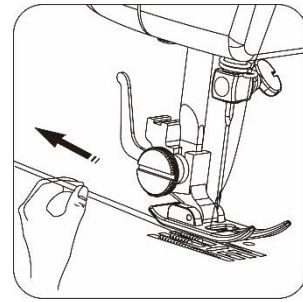

Abb. 14
- 4) Schließen Sie die Abdeckung der Unterfadenspule wieder, trennen Sie die zwei Fäden und ziehen Sie diese zur Rückseite der Maschine unter den Nähfuß, lassen Sie dort etwa 15 cm Faden hängen. (Abb. 14)